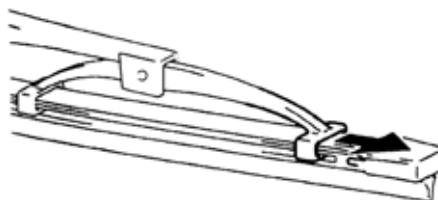

图 9-149
(2)安装左侧刮水器橡胶条，使橡胶条的头部(长的一边)朝向轴的一面，如图 9-149 所示。